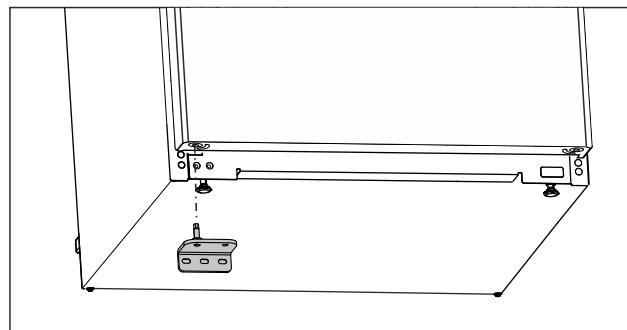

Fig. 20
- Umetnite donje ležajno postolje na suprotnu stranu. (pogledajte Fig. 20)